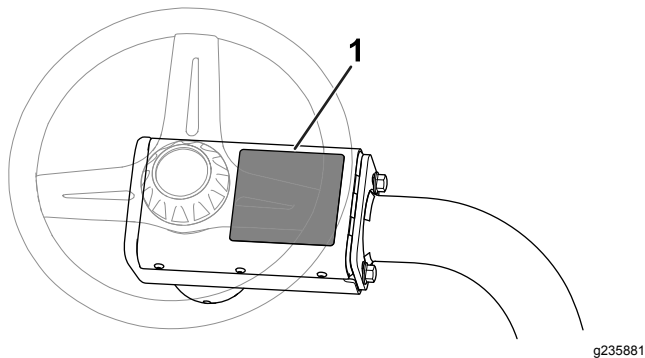

図 16
- CE 警告ステッカーP/N 136-8505を、既存の警告ステッカーP/N 136-8506の上から貼り付ける 図 16を参照。